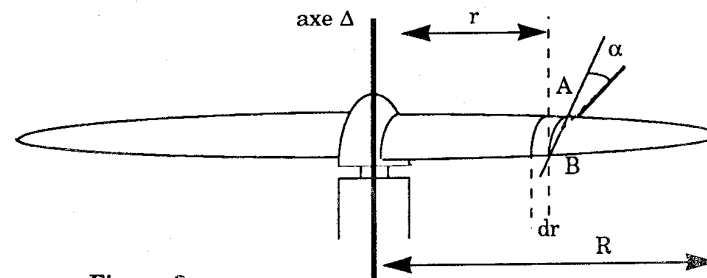
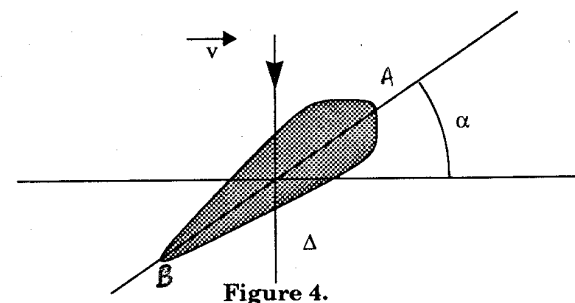

Figure 3.
Figure 4.
unité de temps) et $U = r\omega$ le module de la vitesse de l'élément AB de largeur dr situé à la distance r de l'axe Δ (figure 3). Dans ces conditions, la vitesse du vent pour le profil AB est \vec{W} (vent apparent) telle que $\vec{v} = \vec{W} + \vec{U}$. Compléter le schéma de la figure 4 (schéma n°2) en indiquant les vecteurs \vec{U} et \vec{W} , l'angle I que fait le vecteur \vec{W} avec le plan de rotation ainsi que que l'angle i défini précédemment.
II.2) La figure 3 schématise une hélice comportant $p = 2$ pales :
a) On suppose tout d’abord l’hélice bloquée, le vent incident de vitesse \vec{v} ayant une direction parallèle à l’axe Δ (figure 4).